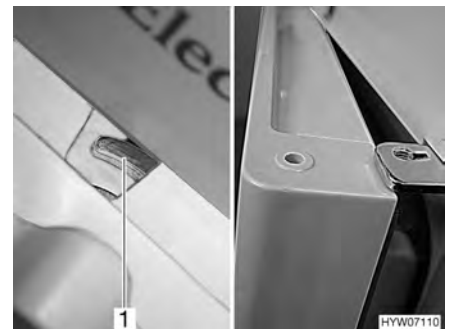

Bild 161 Lås till kylskåpsdörr/frysfacksdörr i ventilationsläge (Dometic 7-serie med separat frysfack)
- Fäll låsanordningen helt åt höger. Kylskåpsdörrens/frysfacketsdörrens läge låses av dörrspärren (Bild 161,1). Därvid stannar kylskåpsdörren/frys-facketsdörren i lätt öppet läge (Bild 161).